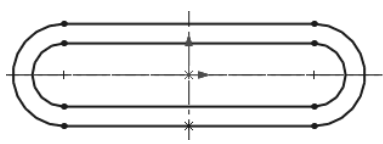

图 8.7 镜像
Step 1 选择下拉菜单  工具(T) →  草图工具(S) →  镜像(M) 命令，选取要镜像的草图实体。
Step 3 定义镜像中心线。在“镜像”对话框中单击 镜向点: 下的文本框使其激活，然后在系统 选择镜向所绕的线条或线性模型边线 的提示下，选取竖直中心线为镜像中心线，单击  按钮，完成草图实体的镜像操作。完成操作后的图形如图 8.7 所示。